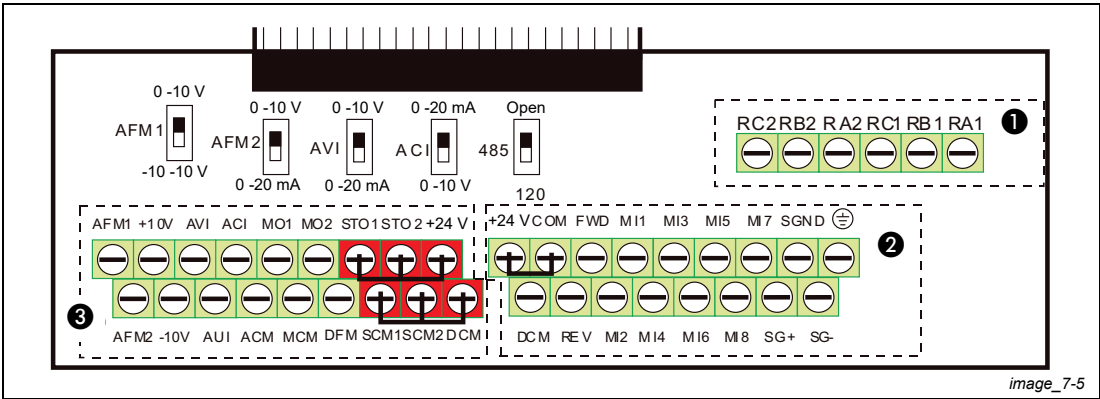

Abb. 7-5: Abnehmbarer Klemmenblock
- Bei dem in Abb. 7-5 dargestellten Auslieferungszustand sind die Klemmen STO1, STO2, +24V und SCM1, SCM2, DCM werkseitig kurzgeschlossen. Die Klemme +24V im Bereich ③ der Abb. 7-5 ist nur für die STO-Funktion vorgesehen und kann nicht für andere Zwecke genutzt werden. Im Auslieferungszustand sind die Klemmen +24V-COM kurzgeschlossen und es ist die negative Logik (NPN) eingestellt. Weitere Informationen zur Verdrahtung finden Sie auch in Kapitel 5 „Anschluss“.
- ① und ②: Klingenbreite 3,5 mm, Klingendicke 0,6 mm;
- ③: Klingenbreite 2,5 mm, Klingendicke 0,4 mm